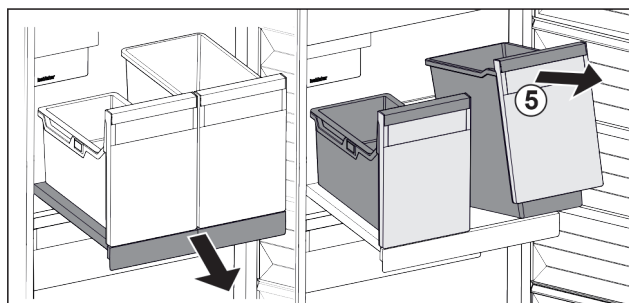

Fig. 89
- Sollevare il contenitore Fig. 89 (5) dal lato anteriore.